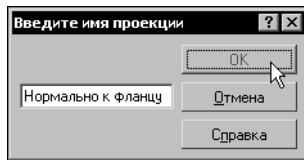

Рис. 85.4. Ввод названия ориентации
2. Нажмите в нем кнопку **Добавить** и введите название новой ориентации (рис. 85.4).